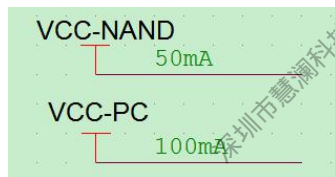

图 2-24 FLASH 电源工作电流电压标注
- 需评估清楚 NAND、EMMC 芯片的工作电压及最大工作电流，并在原理图中标注清楚，便于 PCB layout 设计，如图 2-24 所示。